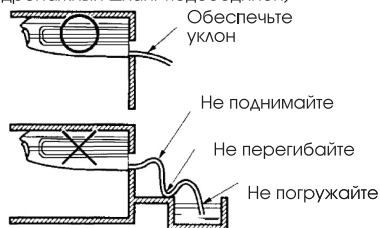

Рис. 1
(Рис. 1)
- Прокладывайте дренажную трубу с минимальным уклоном 1/100 для предотвращения образования воздушных пробок (см. рис. 1).
- Используйте приложенный дренажный шланг (4) и хомут (5). Вставьте дренажный шланг в гнездо дренажа. Затягивайте хомут до тех пор,